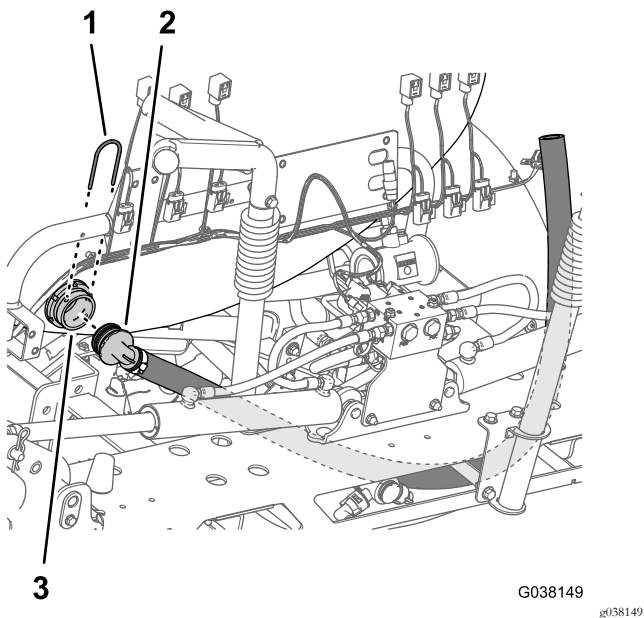

図 28
1. タンク後部にあるバルクヘッドフィッティングから、ブームバルブ用のバイパスホースのバーブ付き90°フィッティングを固定しているリテーナを外す [図 28]。
2. バルクヘッドフィッティングから、バーブ付き90°フィッティングを外す [図 28]。